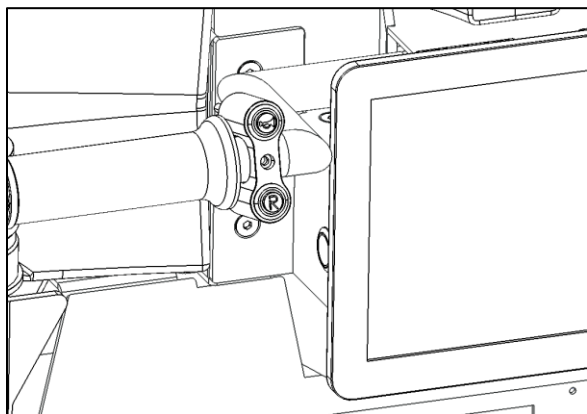

Fig. 2
- Druk op de achteruitknop en draai aan de gashendel om achteruit te rijden (Fig. 2).